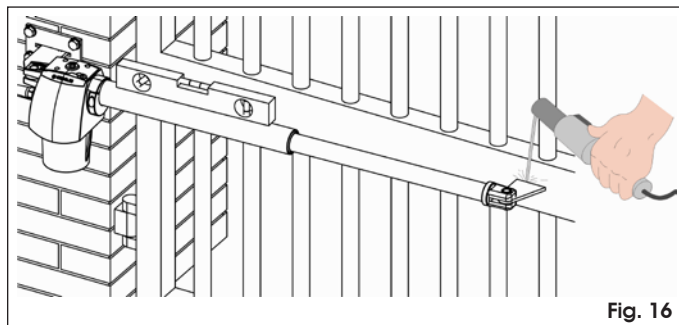

Fig. 16
- Approcher le tube de l'opérateur contre le vantail jusqu'à ce que la patte antérieure soit posée sur le vantail (Fig. 16).
- Contrôler avec un niveau à bulle, l'horizontalité parfaite de l'opérateur et fixer provisoirement la patte antérieure avec deux points de soudure (Fig. 16.).